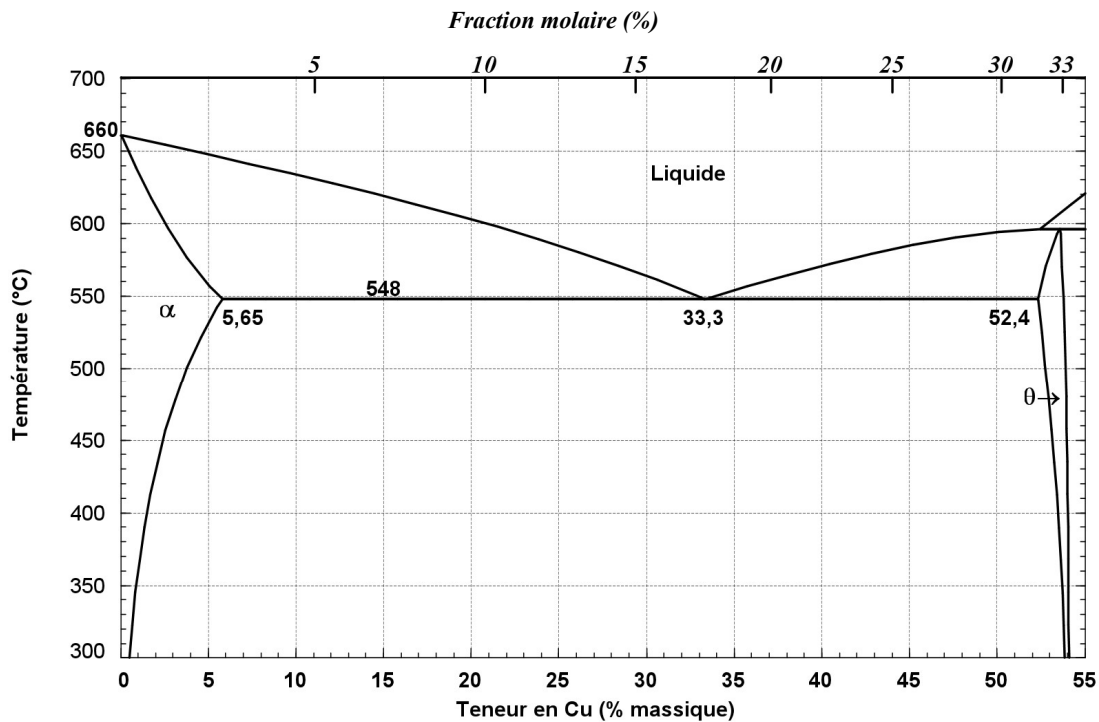
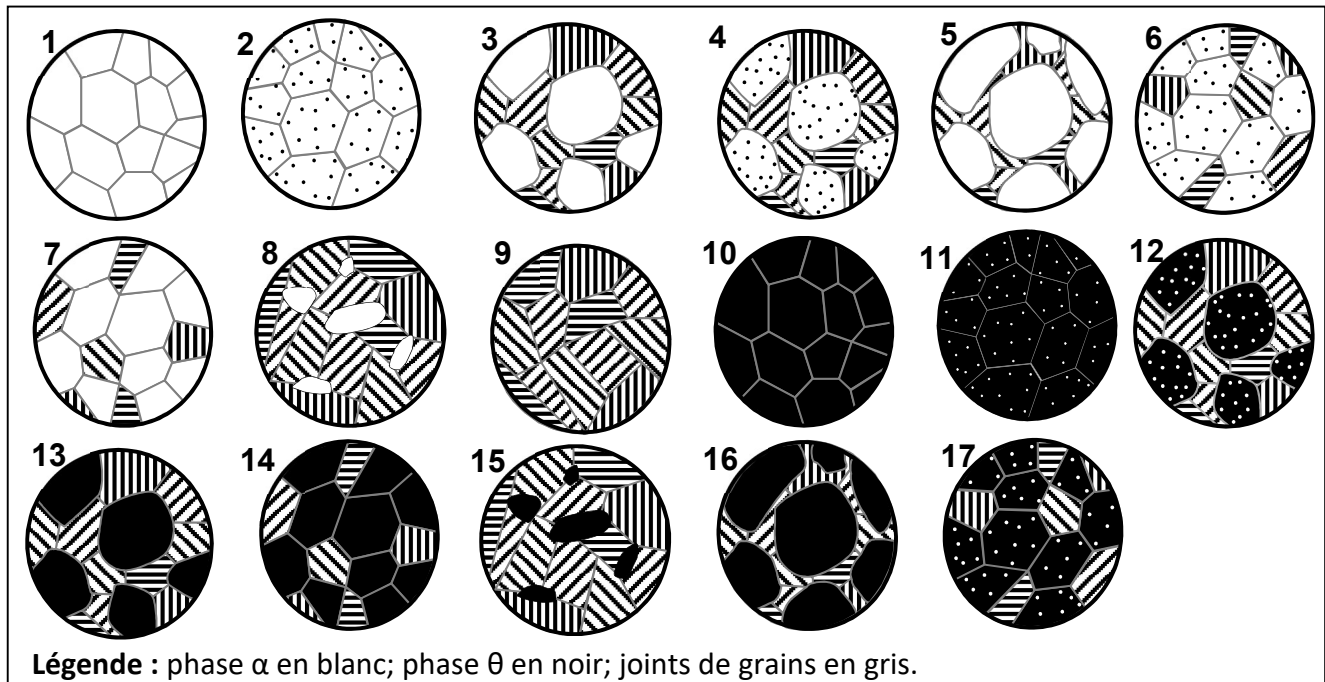
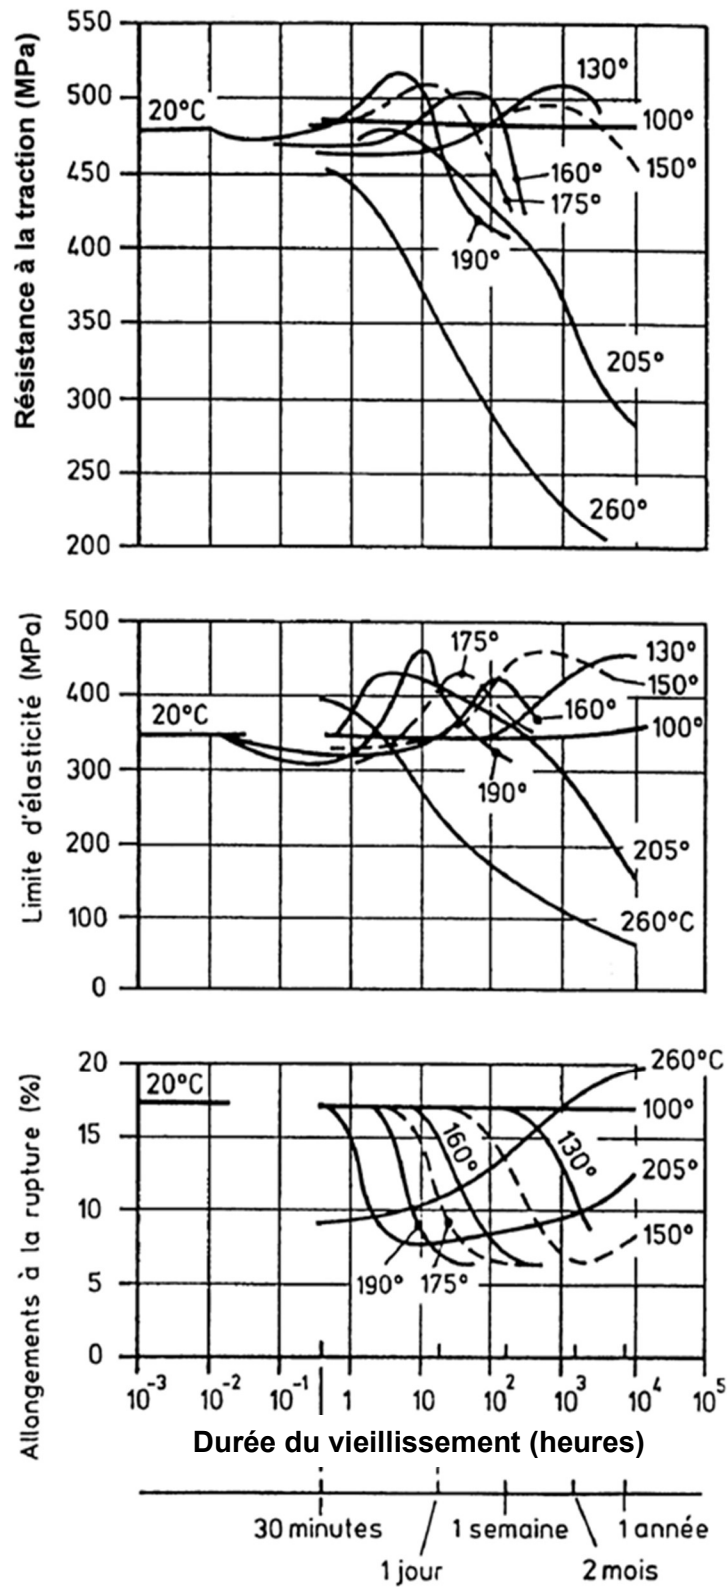

Figure 3 : Portion du diagramme d'équilibre Al-Cu
Figure 4 : Schémas de microstructures à l'équilibre à 300 °C
Figure 5 : Variation des propriétés mécaniques en fonction du temps à différentes températures de vieillissement pour un alliage d'aluminium 2014.
Trois alliages binaires d'aluminium et de cuivre : A, B et C dont les teneurs en cuivre sont respectivement de 4 %, 33,3 % et 45% massique, sont refroidis très lentement à partir de l'état liquide jusqu'à la température ambiante. Vous disposez d'une portion du diagramme d'équilibre Al-Cu (figure 3) ainsi que les schémas de différentes microstructures à la figure 4.
a) Pour chaque alliage, expliquez la séquence de formation des phases et des constituants à partir de l'état liquide jusqu'à 300 °C. Associez votre état final (à 300 °C) à l'une des microstructures schématisées à la figure 4. (9 points)
L'alliage d'aluminium ayant une teneur de 4 % massique en cuivre, se prête bien aux traitements thermiques. Vous disposez du diagramme d'équilibre Al-Cu à la figure 3 et des courbes donnant la variation des propriétés mécaniques en fonction du temps à différentes températures de vieillissement à la figure 5.